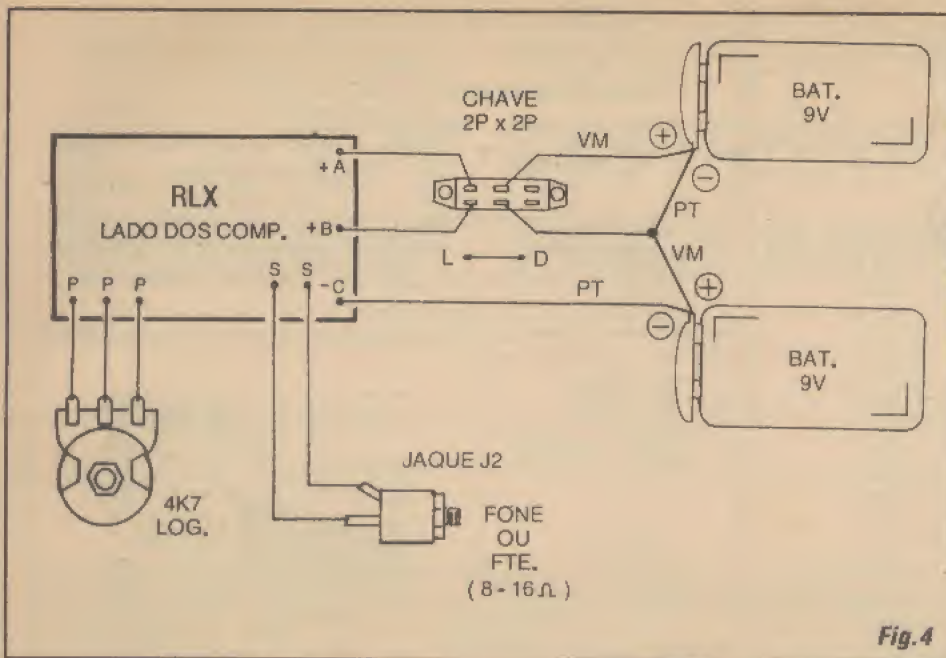

Fig. 4
- **FIG. 4 - CONEXÕES EXTERNAS À PLACA** - Como é *praxe* nas nossas descrições *visuais* das montagens, o diagrama mostra a placa do impresso ainda pelo seu lado *não cobreado*, porém com os componentes que ficam *sobre* a placa, momentaneamente *invisibilizados* (para não colocar obstáculos ao entendimento...). Agora, o que interessa são as ligações externas, também importantes, todas claramente detalhadas... Observar a conexão (independente de *polaridade*, devido ao sistema de saída em *ponte*...) ao *jaque* J2 de saída para os fones ou alto-falante, as ligações aos terminais do potenciômetro (este visto *pela frente*, na figura...) e - principalmente - as **não usuais** conexões